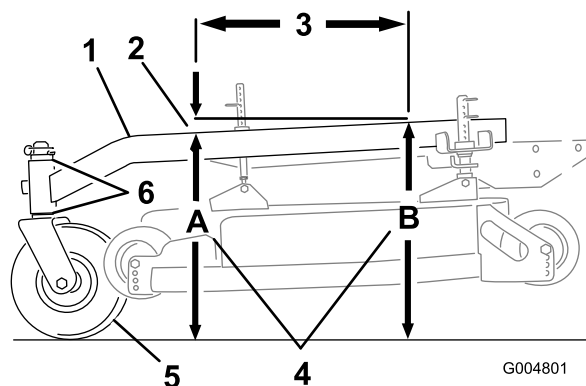

Figura 56
El bastidor de tiro debe tener una inclinación longitudinal de entre 3 mm y 9 mm a lo largo de 61 cm (Figura 56).
- Mida 61 cm en el bastidor de tiro (Figura 56).
- Mida la altura del bastidor de tiro en la posición **A** (Figura 56).
- Mida la altura del bastidor de tiro en la posición **B** (Figura 56).
- La altura en la posición **A** debe ser de 3-10 mm menor que la de la posición **B** (Figura 56).
- Si la inclinación del bastidor de tiro no es la correcta, mueva los espaciadores de las ruedas giratorias para obtener una inclinación de 3-10 mm (Figura 56).